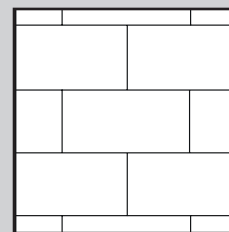

Abb. 3b
4. Beginnen Sie die zweite Reihe, indem Sie Feder und Nut ineinander klicken lassen – halten Sie hierzu die Fliese oder Diele in einem Winkel von etwa 30° und klopfen Sie die Fliese oder Diele fest in die Nut der ersten Reihe. Verlegen Sie jetzt die nächste Diele/Fliese, indem Sie Feder und Nut der langen Seite zusammenfügen (Abb. 3). Fliesen und Dielen sollten „versetzt“ verlegt werden, sodass niemals vier Ecken aufeinandertreffen (Abb. 3a und Abb. 3b).